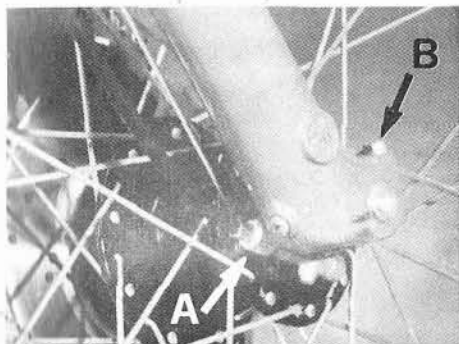

Fig. 35 - Smontaggio ruota anteriore.
- Svitare la trasmissione contachilometri dal rinvio situato sul lato destro del veicolo tra la gamba forcella ed il mozzo ruota (A Fig. 35).
- Allentare le viti di bloccaggio foderi (B Fig. 35).